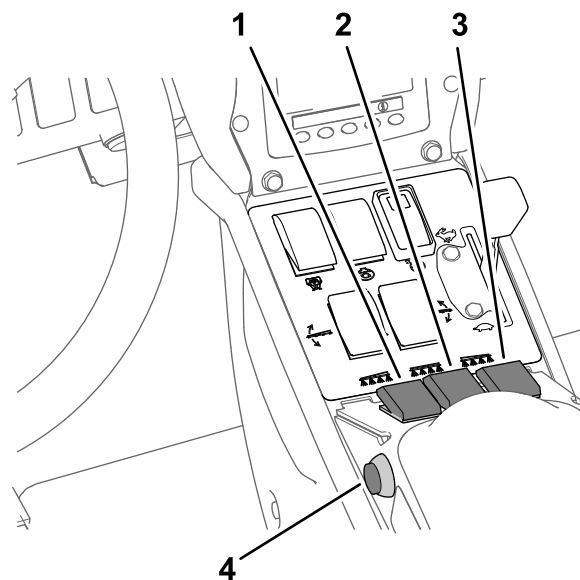

Figura 39
7. Ponga los interruptores de sección de fumigación en la posición de ACTIVADO (Figura 39).
10. Conduzca a la velocidad deseada y luego ponga el interruptor maestro en la posición de ACTIVADO para empezar a fumigar (Figura 39).
3. Ponga el interruptor maestro en la posición de DESACTIVADO; consulte Figura 39, en Fumigación en el Modo de caudal de aplicación \(página 39\).
7. Ponga los interruptores individuales de las secciones que desea utilizar en la posición de ACTIVADO; consulte Figura 39 en Fumigación en el Modo de caudal de aplicación \(página 39\).
9. Conduzca a la velocidad deseada y luego ponga el interruptor maestro en la posición de ACTIVADO para empezar a fumigar; consulte Figura 39, en Fumigación en el Modo de caudal de aplicación \(página 39\).